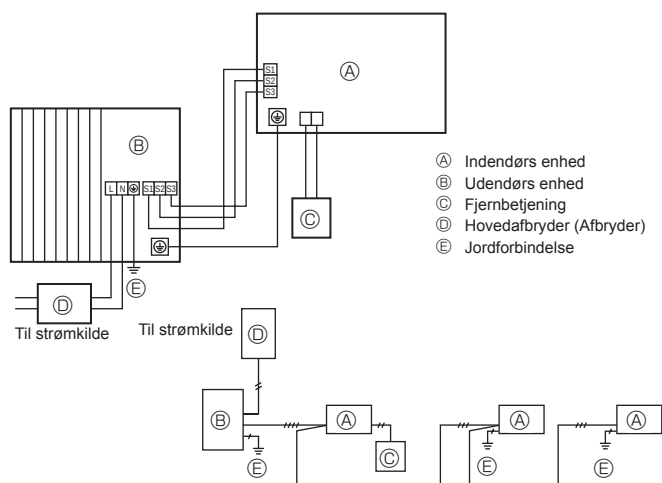

Fig. 7-1
7.1. Udendørs enhed (Fig. 7-1, Fig. 7-2)
- 2 Før kablerne som angivet i Fig. 7-1 og Fig. 7-2